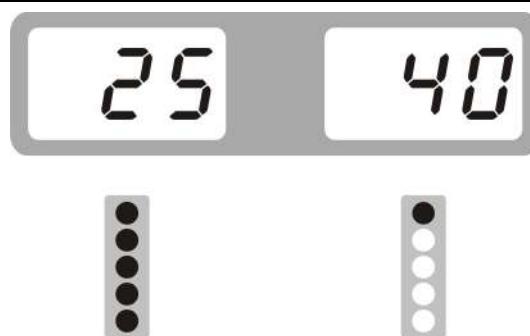

Рис.4
7) Медленно вращайте колесо против часовой стрелки вручную до тех пор, пока внутренний индикатор дисбаланса не загорится полностью. В этот момент самая высокая точка (12 часов) на внутреннем обode является правильной точкой крепления грузика. Добавьте соответствующий вес в этом положении. См. рис. 4